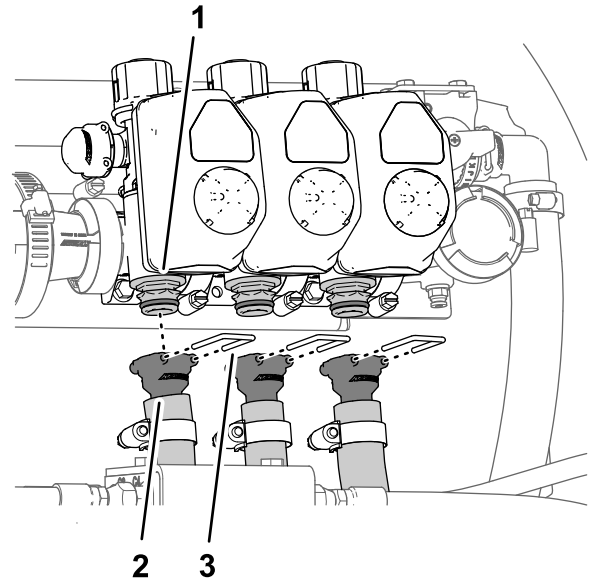

Figura 39
- Retire las horquillas de retención que sujetan los conectores dentados rectos a los conectores rápidos de las válvulas de sección de los brazos izquierdo, central y derecho (Figura 39).
- Retire las mangueras de las válvulas de sección de los brazos izquierdo, central y derecho de la máquina (Figura 39).